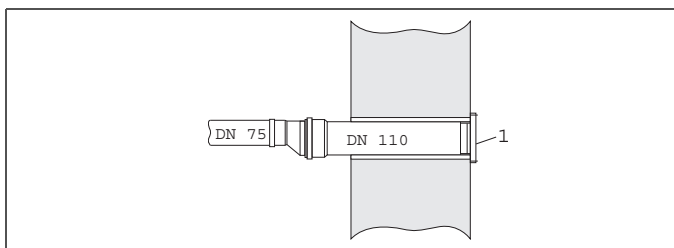

Fig. 5-24 Trecerea prin perete pentru tipurile de aparate 2000 și 3000
- La tipurile de aparate 2000 și 3000, racordați conducta pentru aerul evacuat (DN 75) printr-o reducție la trecerea prin perete (DN 110) (vezi fig. 5-24).